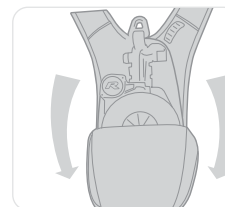

Figur 4
- Sørg for, at nedstigningslinen ikke stikker ud af anordningen, da dette indikerer, at en nedstigning har fundet sted (Se Figur 4).